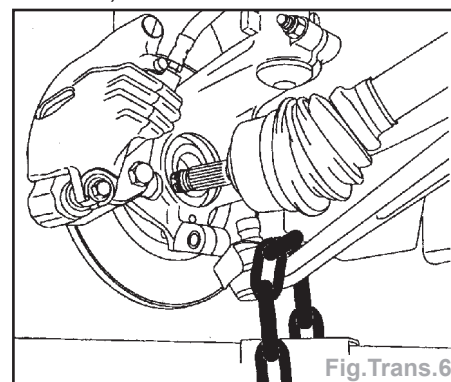

Fig.Trans.6
- Dégager la transmission du moyeu (Fig. Trans.6).